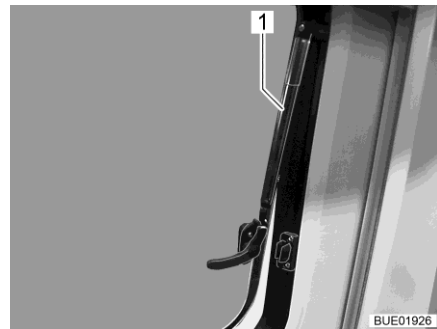

Fig. 13 Ventana abatible con soportes automáticos, abierta
- Abrir la ventana abatible hasta la posición deseada. Dejar que la ventana abatible engatille automáticamente con el soporte automático (Fig. 13,1).